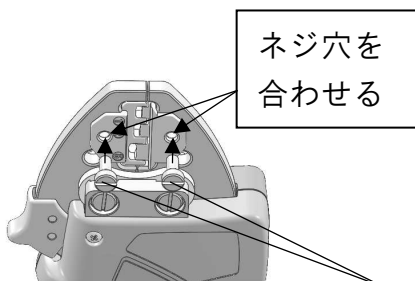

図2 ダイス固定ネジ
- 2 口金を閉じて、口金とダイスのネジ穴を合わせ、マイナスドライバーを使用してダイス固定ネジを締め付けます。（図2）